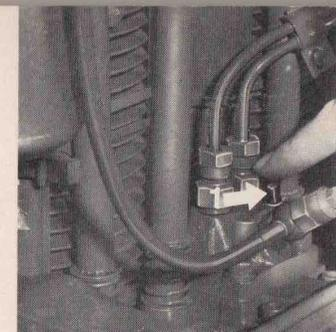

Abb. 10 ▲
1. Presser vers le bas le bouton de commande de la pompe d'injection (à droite sur le socle de la pompe protégé par un capuchon en caoutchouc) jusqu'à ce qu'il s'enclenche (fig. 10 n° 1).
Tout d'abord, la batterie doit être bien chargée (page 24). En plus, le moteur doit être lubrifié avec de l'huile d'hiver (HD 10). Actionner le dispositif de surcharge de la pompe d'injection (comparer fig. 10 concernant alinéa 1). De toute façon, il faut utiliser le carburant d'hiver dès les premiers froids. Même le carburant diesel d'hiver peut se figer déjà à des températures inférieures à -15°C et peut rendre le démarrage difficile. On peut y remédier en ajoutant au carburant diesel du pétrole dans la proportion d'environ un tiers.